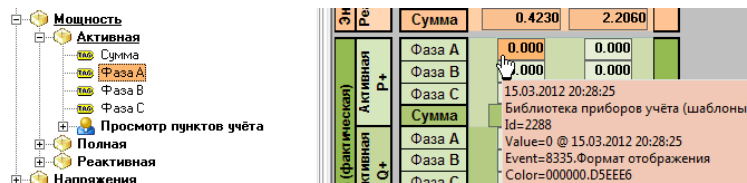

Рис. 4.40
- 2) при размещении **параметра** в прямоугольной области появляется поле параметра, в котором указывается текущее значение этого параметра (рис. 4.40);